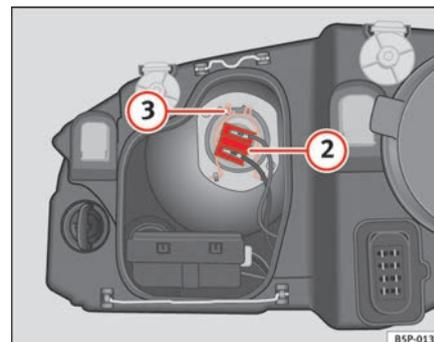

Fig. 180 Médios
- Retirar o conector ⇒ página 269, fig. 180 ② da lâmpada.
- Desengate a mola de fixação ⇒ página 269, fig. 180 ③ pressionado-a para dentro e para a direita.